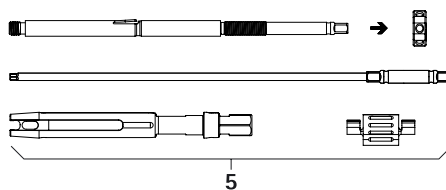

Fig. 2
- Smontare la leva di riduzione percussiva **5**, vedere Fig. 2: disassemblarla completamente e svitare il dado di serraggio.